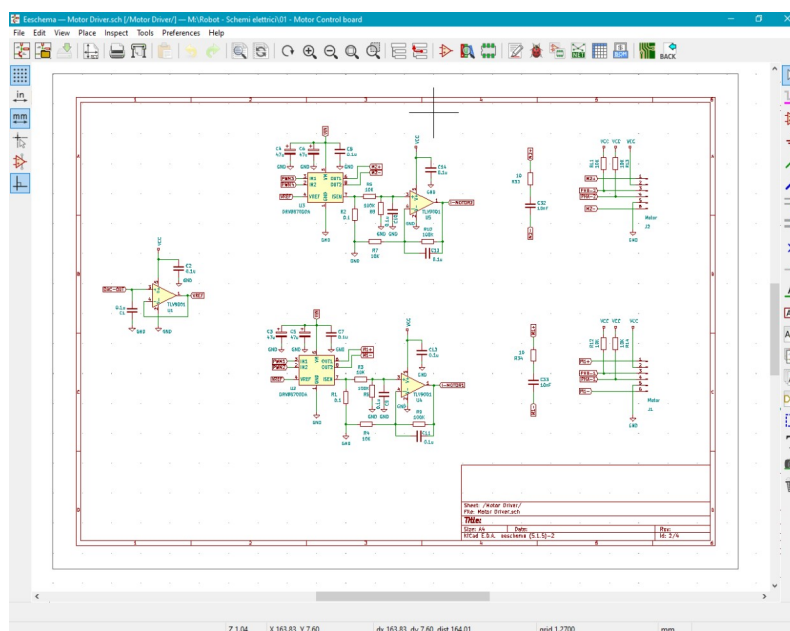

Figura 1: Esempio di KiCad e la realizzazione dello schema elettrico.
- Realizzazione dello schema elettrico (Figura 1).